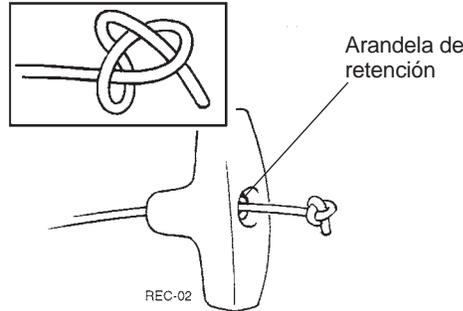

Figura 4.12 Haciendo el nudo de retención
Paso 6. Enhebre la manija y la arandela de retención en la cuerda de arranque, en orden inverso al desarme y haga un nudo de retención para sujetar la manija en la cuerda figura 4.12.